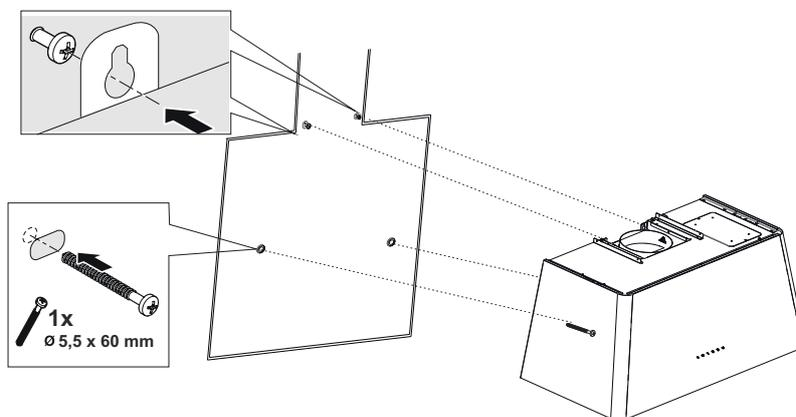

Fig. 15
1. ➤ Tenere l'apparecchio per il suo corpo e posizionarlo sulle viti di sospensione sul muro e stringere le viti (Fig. 15).
2. ➤ Fissare l'apparecchio con 2 viti 5,5 x60 attraverso il foro di montaggio sul lato interno dell'apparecchio (Fig. 15).